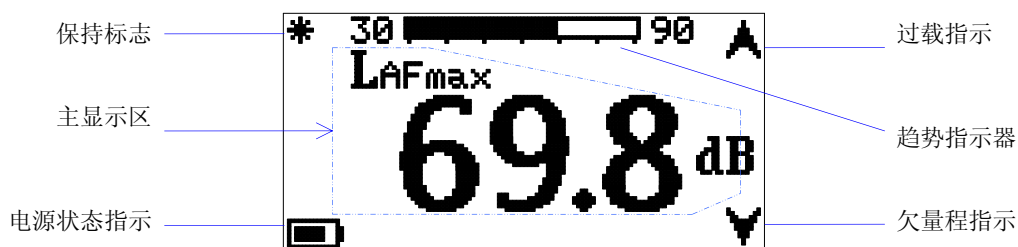

图 11 测量最大时间计权声级时的显示器
4.6.3.1 HY114B 的模式选择开关置于“保持”时,可测量某一时段的 A 频率计权 F 时间计权声级或 C 频率计权 F 时间计权声级的最大值,该最大值是通过保持电路获得的,故能捕获短促噪声的最大时间计权声级。测量最大时间计权声级时显示器的界面如图 11 所示。